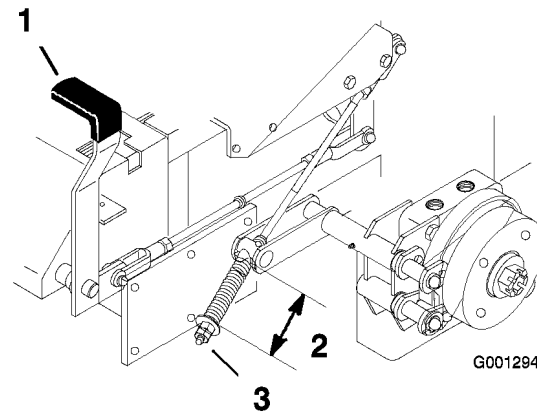

Bild 55
2. Messen Sie die Länge der Feder. Der Abstand zwischen den Scheiben sollte 64 mm betragen (Bild 55).
3. Falls Sie eine Einstellung vornehmen müssen, lockern Sie die Klemmmutter unterhalb der Feder und ziehen Sie die Mutter direkt unter dem Joch an (Bild 55). Drehen Sie die Mutter, bis Sie den korrekten Messwert erhalten. Drehen Sie die Muttern nach rechts, um die Federlänge zu verkürzen und nach links, um die Federlänge zu erhöhen.